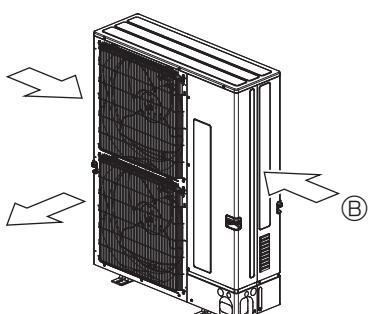

Fig. 2-5
- ③ Placerar om det går enheten så att luftutblåset blåser vinkelrätt mot den säsongsbetingade vindriktningen. (Fig. 2-5)